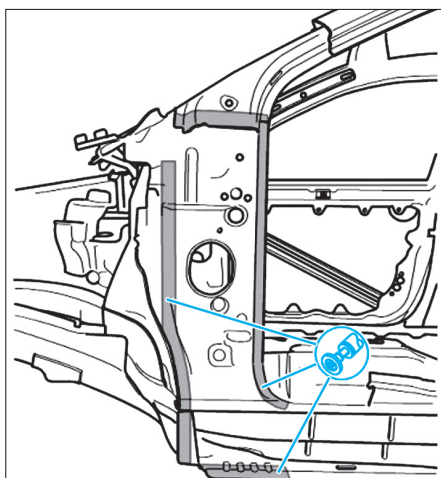

FIG. 45
- Enlever les morceaux restants (Fig.45).